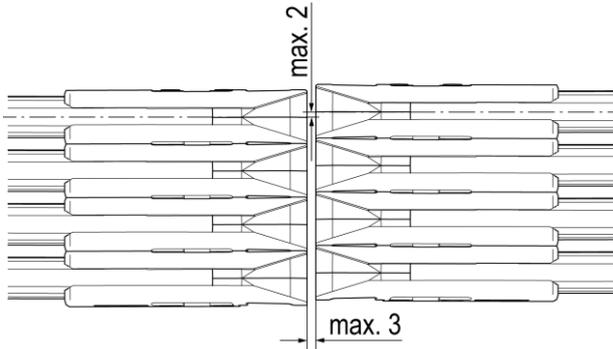
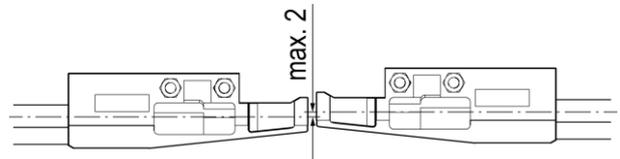

Abb. 100: Maximale Abweichung horizontal
Abb. 101: Maximale Abweichung vertikal
- Abstand der gegenüberstehenden Endkappen nicht größer als 3 mm (siehe Abb. 100)
- Höhen- und Seitenversatz nicht größer als 2 mm (siehe Abb. 100 und Abb. 101)